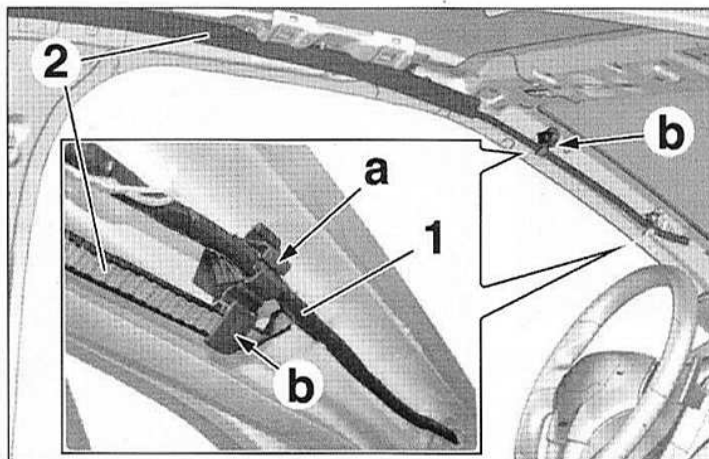
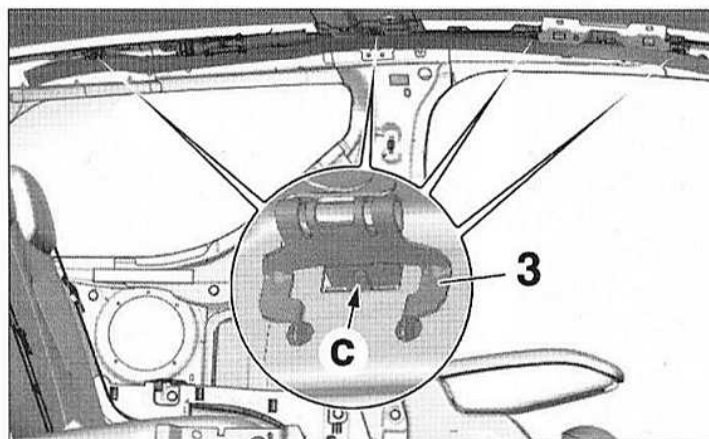

FIG.20
FIG.21
- Dégrafer (Fig.20) :
- le faisceau électrique (1) en (a),
- la partie avant de l'airbag rideau (2) en (b).
- Défaire les agrafes (3) en (c) (Fig.21).